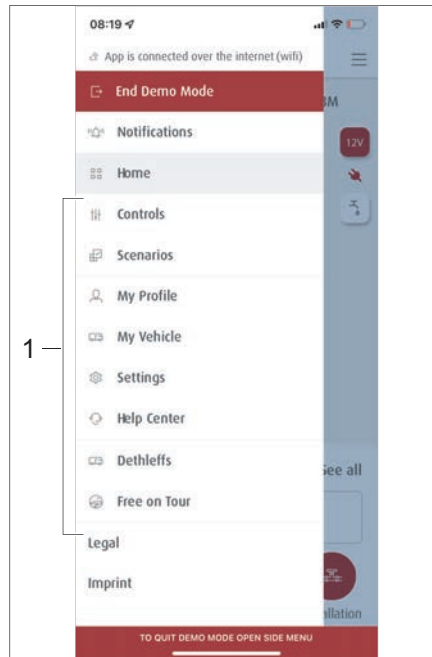
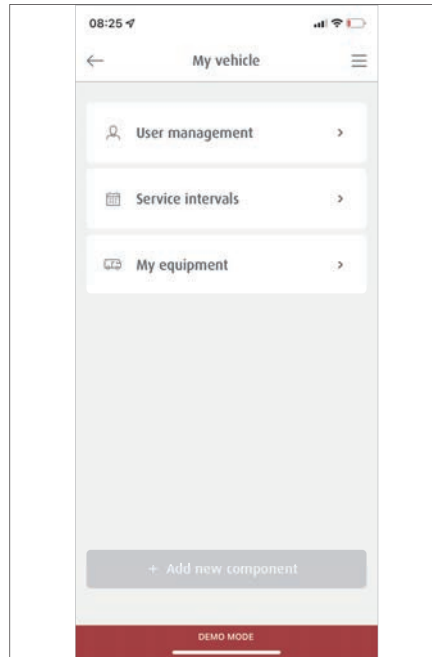

Bild 276 Undermenyer
Bild 281 Undermenyn Mitt fordon
- Klicka på symbolen ☰ i menyområdet. Undermenyerna (Bild 276,1) visas.
- Klicka på *Scenarior* (Bild 276,1) i menyområdet.
- På undermenyn (Bild 276,1) väljer du menyn *Hantering*.
- På undermenyn (Bild 276,1) väljer du menyn *Mitt fordon*. På undermenyn *Mitt fordon* (Bild 281) kan gäståtkomst ställas in, servicebokningar planeras och fordonsutrustning anges.